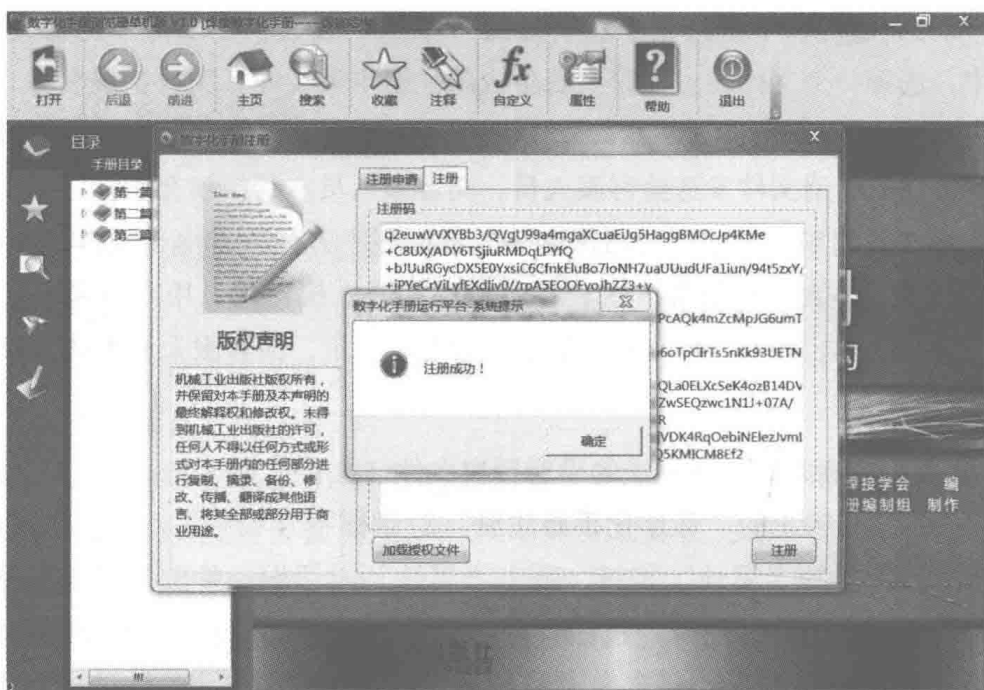

图 1-14 “注册成功”信息提示
2) 注册通过后,数字化手册浏览器将显示“注册成功”的信息提示,如图1-14所示,表示用户已取得授权。单击“确定”按钮,即可正常使用数字化手册。